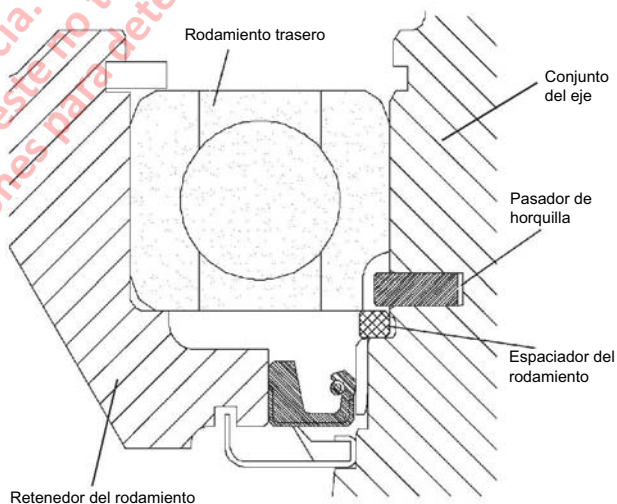

FIGURA 7-61.
21. Si se usa un espaciador de rodamiento en vez de un seguro de fijación (como se explica en el paso 19), coloque el espaciador en su posición en la ranura del conjunto de eje (6). Observe la ubicación del espaciador en la Figura 7-61.